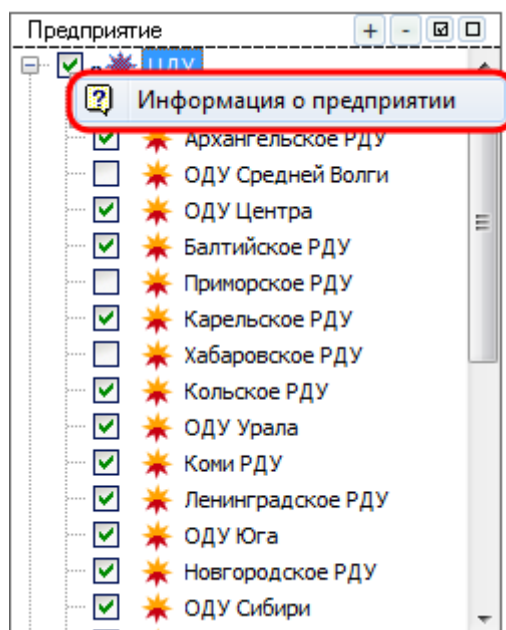

Рисунок 8.76 – Дерево предприятий
- **«Предприятие».** Из дерева предприятий путем установки флагов напротив предприятий из списка выбираются предприятия, с которых будут приходить заявки (по умолчанию для нового созданного регламента не выбрано ни одного предприятия). В дереве предприятий отображаются только те предприятия, с которыми возможен обмен заявками, и они являются уровнем управления (Рисунок 8.76). Каждое предприятие может участвовать в нескольких регламентах.
В дереве предприятий существует возможность вызова формы «*Информация о предприятии*». Для этого необходимо щелкнуть правой кнопкой мыши на соответствующем элементе и в контекстном меню выбрать пункт «Информация о предприятии» (Рисунок 8.76).